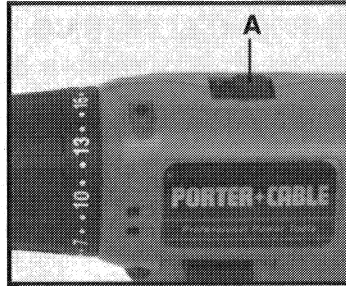

Fig. 4
El Taladro sin Cable, Modelo 874, tiene un cambio de engranajes de dos velocidades, lo cual resulta en límites giratorios del portabroca de aproximadamente: de 0 a 400 RPM (LOW) y de 0 a 1450 RPM (HIGH). Para cambiar entre las velocidades: suelte el gatillo para parar la marcha del motor y empuje el selector de velocidades (A) Fig. 4, hacia atrás para velocidades ALTAS (HIGH) y hacia adelante para velocidades BAJAS (LOW).